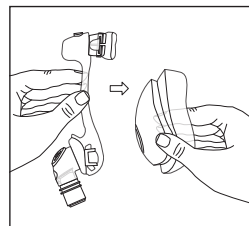

Figura 8
3. **Almohadillado de la mascarilla** - Agárrelo y tire de él para retirarlo del armazón de la mascarilla (Figura 8).